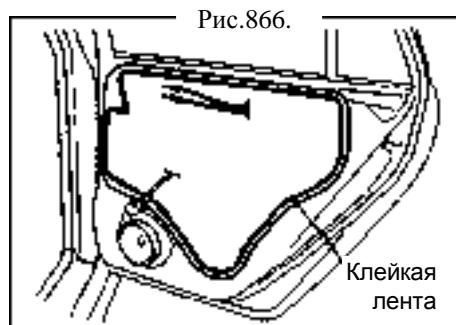

Рис.866.
- При установке крышки, вытащите тягу и разъем из отверстия (рис.866).